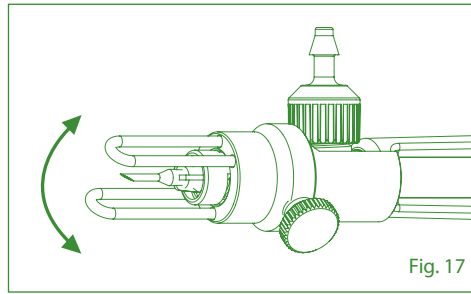

Fig. 17
5. Adjust angle as necessary (Fig. 17).
5. Ajustez l'angle si nécessaire (Fig. 17).